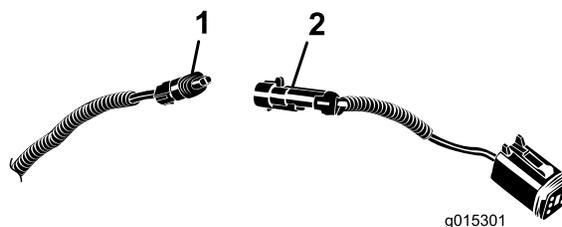

**Figura 6**
2. Scollegate il lato destro della staffa del sedile dalla guida di scorrimento del sedile per creare lo spazio per il cablaggio preassemblato della consolle tra la staffa del sedile e la guida di scorrimento del sedile (Figura 6).
3. Fate passare il cablaggio della consolle tra la staffa del sedile e la guida di scorrimento del sedile (Figura 6).